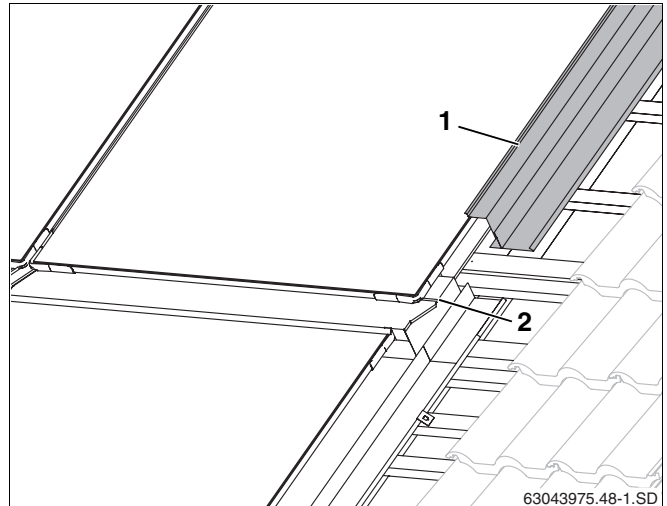

Fig. 55 Chapa de cobertura superior direita
- ▶ Montar as chapas de cobertura superiores laterais (fig. 55, **item 1**) da mesma maneira que as inferiores (capítulo 10.2 "Chapas de cobertura laterais").
- ▶ Empurre as chapas de cobertura laterais sobre a junta das chapas de cobertura centrais (fig. 55, **item 2**).